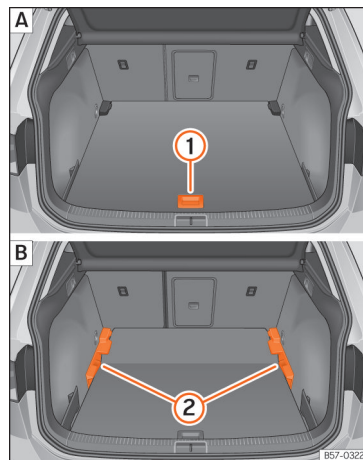

Abb. 170 Variabler Gepäckraumboden: **A** Hochstellung; **B** Tiefstellung.
- Um von der niedrigen in die hohe Position überzugehen, heben Sie den Boden am Haltegriff »» (Abb. 170) ① an und ziehen Sie ihn nach hinten, bis der vordere Teil des Bodens vollständig über den Halterungen ② liegt.
- Den Gepäckraumboden nun bis zum Anschlag an den Rücksitzlehnen nach vorne schieben und mit Hilfe des Haltegriffs ① absenken.
- Um von der hohen in die niedrige Position überzugehen, heben Sie den Boden am Haltegriff »» (Abb. 170) ① an und ziehen Sie ihn nach hinten, bis der vordere Teil des Bodens vollständig über den Halterungen ② liegt.
- Den vorderen Teil auf den Boden absenken und diesen bis zum Anschlag an den Rücksitzlehnen nach vorn verschieben und dabei den Boden gleichzeitig mit Hilfe des Haltegriffs ① absenken.
- Bei einem variablen Boden in hoher Position diesen am Haltegriff anheben »» (Abb. 170) ①, daran ziehen und in Richtung der Rücksitzlehnen bewegen bis der Boden an der Scharnierlinie eingeklappt wird und sich der bewegliche Teil des Bodens auf diesem befindet.
- Für den Übergang vom hohen zum tiefen Boden den variablen Boden am Griffstück »» (Abb. 170) ① anheben und diesen etwas nach hinten ziehen.
- Drücken Sie den variablen Gepäckraumboden mit dem Griffstück in Richtung umgeklappter Rücksitze ① und drücken Sie dabei etwas